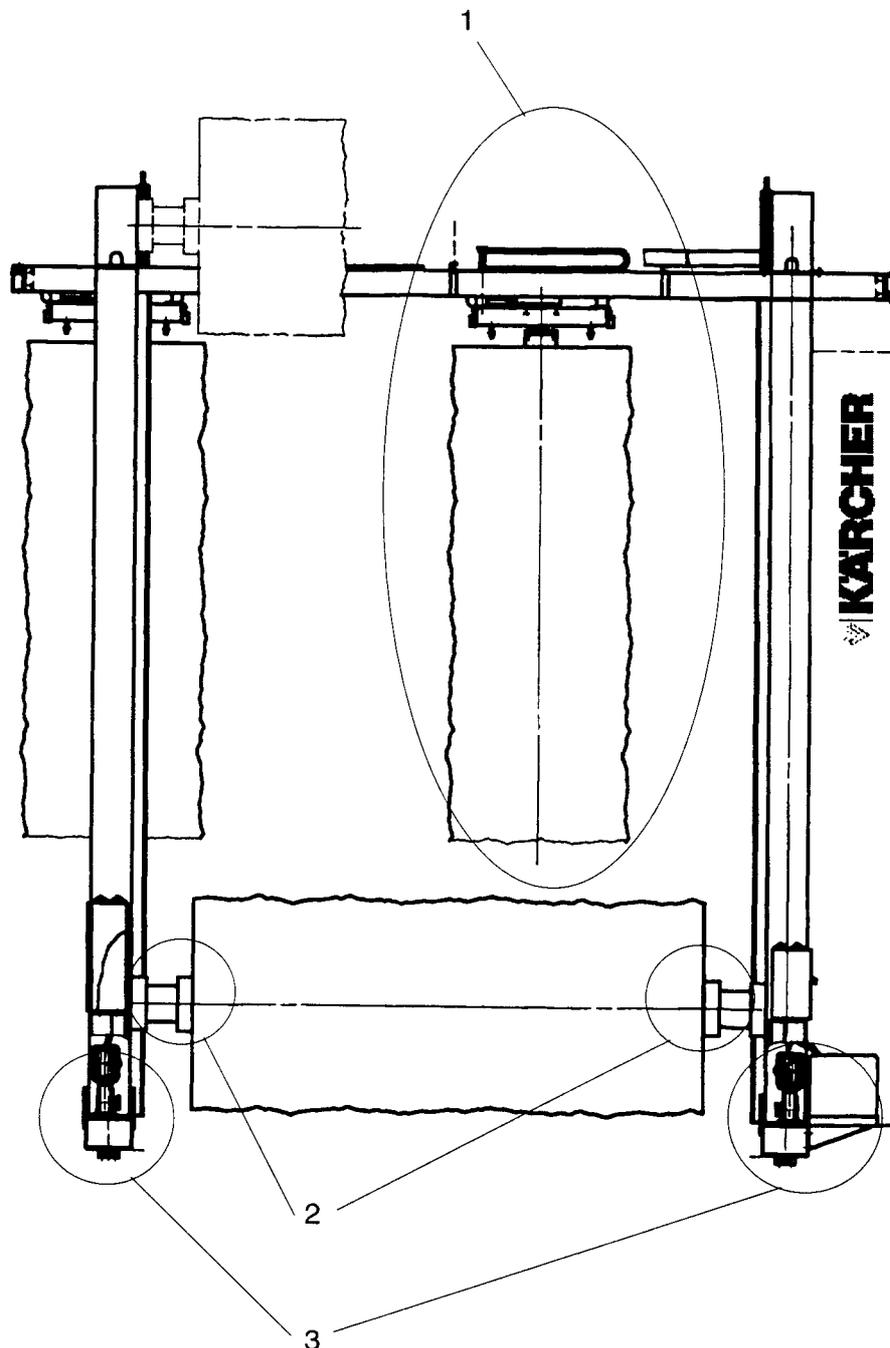

Bild K.1: Wartungsstellen an der RBG 6000
- 3 Fahrwerk: Details s. Bild K.1 und K.2